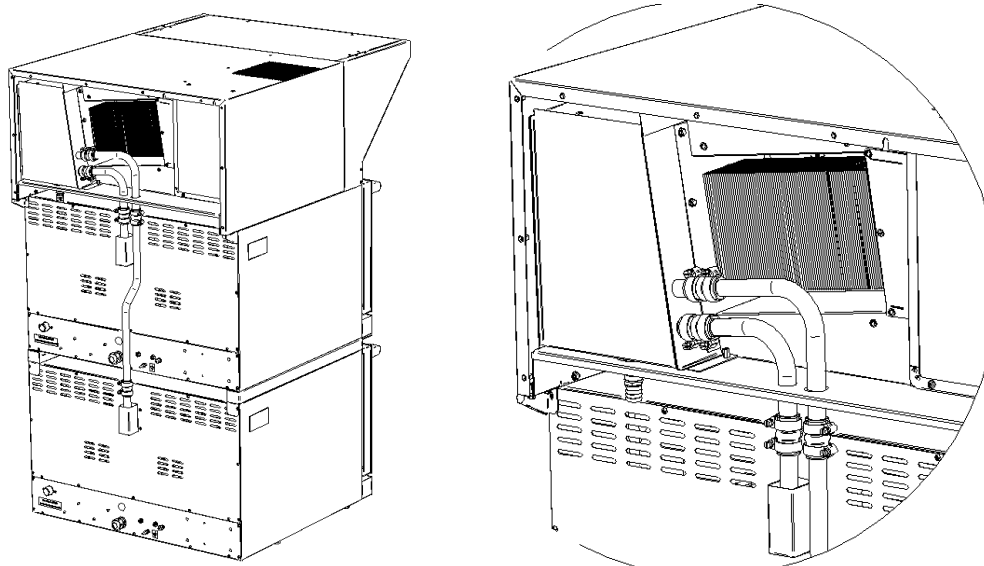

Рисунок 8
10.3. Совместить трубку из комплекта соединителя конвекционных печей КСП-4 (верхний) с верхней трубой пароконденсатора зонта, установив между ними соединитель ЗВВ-4-6/4П.03.00.007 с двумя патрубками ПКА6-11ПМ.1626.00.03.003 и стянуть хомутами 20-32 KOBOPOL из комплекта (см Рисунок 8);